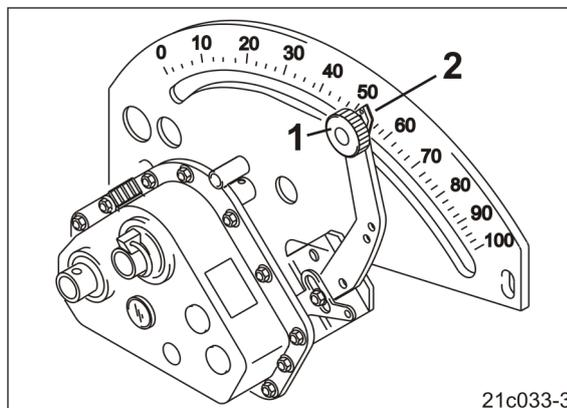

Рис. 221
4. Установите стрелку (Рис. 221/2) рычага редуктора на значение редуктора «100».
5. Затяните фиксирующую головку (Рис. 221/1).